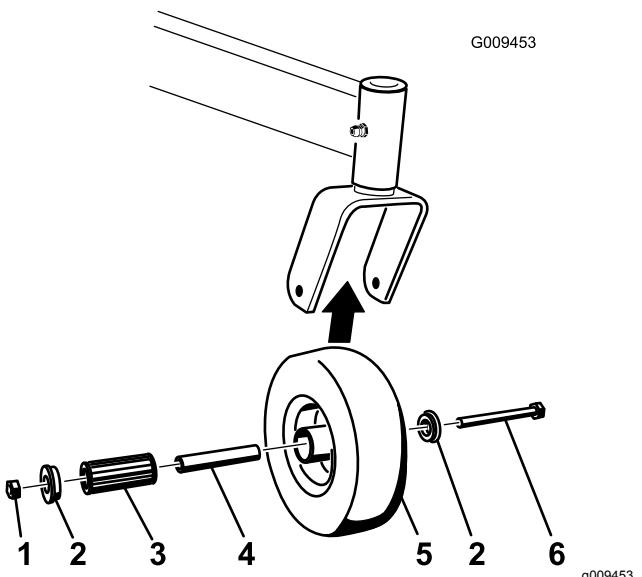

Рисунок 68
2. Снимите одну из втулок, затем извлеките распорную втулку и роликовый подшипник из ступицы колеса (Рисунок 68).
3. Извлеките вторую втулку из ступицы колеса и удалите всю смазку и грязь из ступицы (Рисунок 68).
Примечание: Замените поврежденные или изношенные детали (Рисунок 68).
5. Вставьте одну втулку в ступицу колеса (Рисунок 68).
6. Смажьте роликовый подшипник и распорную втулку и вставьте их в ступицу колеса (Рисунок 68).
7. Вставьте вторую втулку в ступицу колеса (Рисунок 68).
8. Установите поворотное колесо в вилку поворотного колеса и закрепите при помощи колесного болта и контргайки (Рисунок 68).
9. Затяните контргайку так, чтобы распорная втулка была прижата к внутренней поверхности поворотных вилок (Рисунок 68).
1. Удалите контргайку и колесный болт, с помощью которых поворотное колесо крепится к вилке (Рисунок 68).